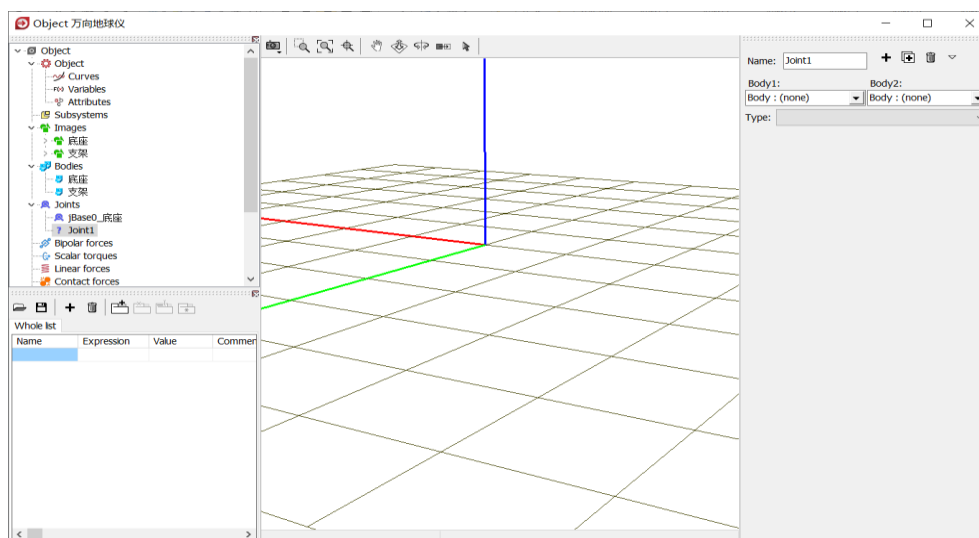

图 2-22
7) 这样，我们就创建了第二个铰，系统自动命名为 **Joint1**，如图 2-22。